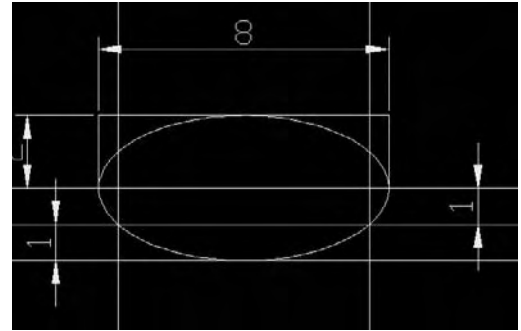

Fig.15.10
- 4 Tracez le profil de la rampe à l'aide d'une ellipse et de lignes (fig.15.10).